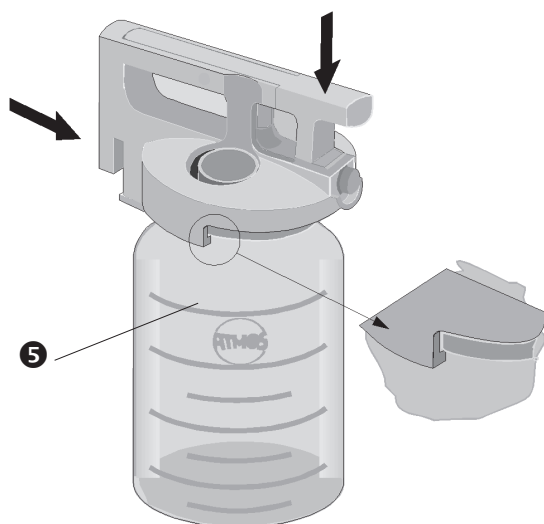

Fig. 4. Mise en place du couvercle
- Glissez le couvercle sur le vase à sécrétion selon la Fig. 4 en tenant compte de la bordure située sous le couvercle (❺, Fig. 4) puis pressez la bride de fermeture vers le bas jusqu'à ce qu'elle enclenche.